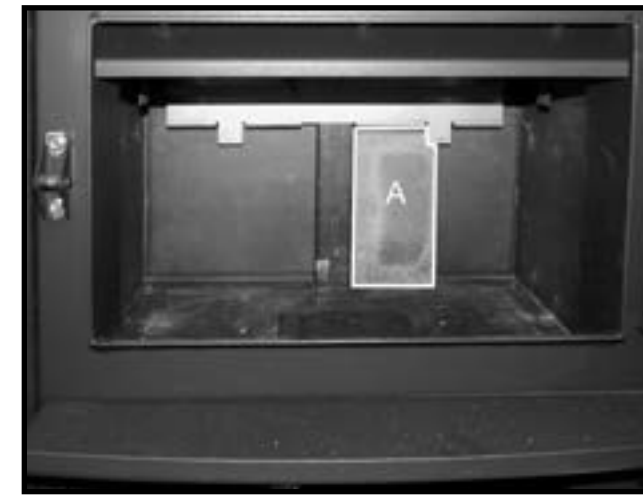

Figure 8: Installation de la première brique sur le mur du fond.
1. Placer une brique A verticalement derrière l'onglet sur le rail. Glisser la brique vers le centre du mur du fond (Figure 8).